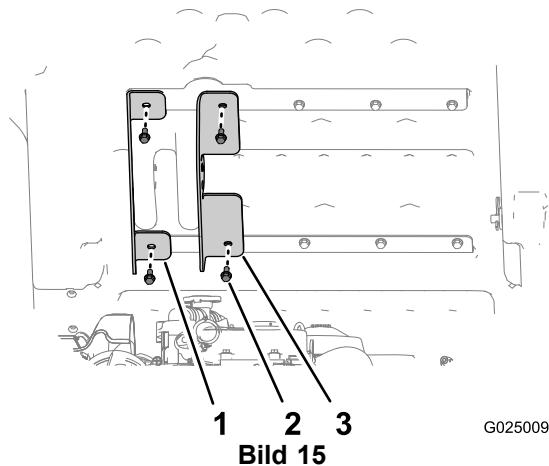

Bild 15
3. Fluchten Sie die Hubhalterung außen links (die Halterung mit den kurzen Flanschen) mit den äußeren Löchern in der oberen und unteren Ladepritschenstrebe aus (Bild 15).
4. Befestigen Sie die äußere Hubhalterung mit den zwei in Schritt 1 entfernten Schrauben an der Ladepritsche und ziehen Sie die Schrauben mit der Hand an (Bild 15).
5. Fluchten Sie die innere Hubhalterung (die Halterung mit den langen Flanschen) mit den inneren Löchern in der oberen und unteren Ladepritschenstrebe aus (Bild 15).
6. Befestigen Sie die innere Hubhalterung mit den zwei in Schritt 2 entfernten Schrauben an der Ladepritsche und ziehen Sie die Schrauben mit der Hand an (Bild 15).
9. Ziehen Sie die vier Schrauben (5/16" x 3/4"), mit denen die innere und äußere Hubhalterungen an der Ladepritsche befestigt sind, mit 15-16,6 N·m an (Bild 15).